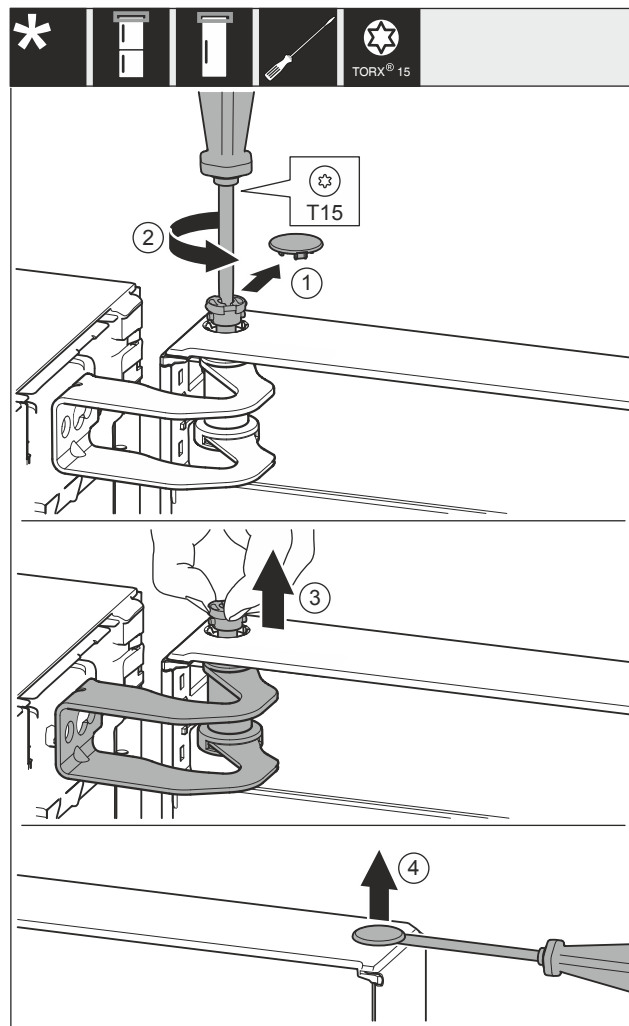

Fig. 12
- Abdeckung Fig. 12 (1) vorsichtig entfernen.
- Bolzen Fig. 12 (2) mit Schraubendreher ein Stück herausdrehen.
- Bolzen Fig. 12 (3) mit den Fingern herausziehen.
- Abdeckung Fig. 12 (4) vorsichtig mit einem Schraubendreher anheben und entfernen.